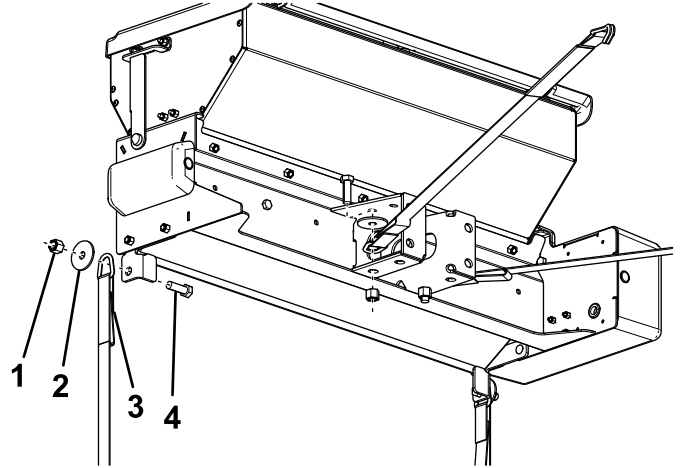

图 10
1. 如图 10 所示用 4 个螺栓 $\frac{1}{2} \times 1\frac{1}{2}$ 英寸、垫圈 $\frac{1}{2}$ 英寸和锁紧螺母 $\frac{1}{2}$ 英寸将棘轮带固定撒布机。